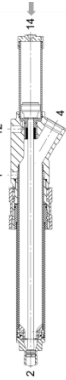

Abbildung 2
- **Füllinjektor schließen** (→Abbildung 2). Durch Beaufschlagung mit Druckluft am Druckluftanschluss [14] bewegt sich der Kolben im Zylinderrohr vorwärts. Die Kolbenstange überträgt die Bewegung auf den Verschlusskolben und schließt die Mundstücköffnung [2].